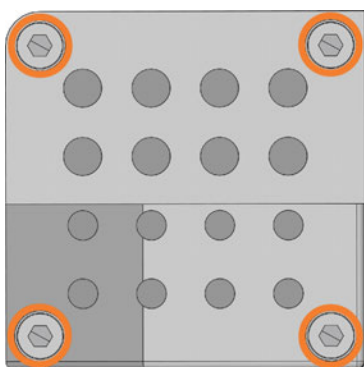
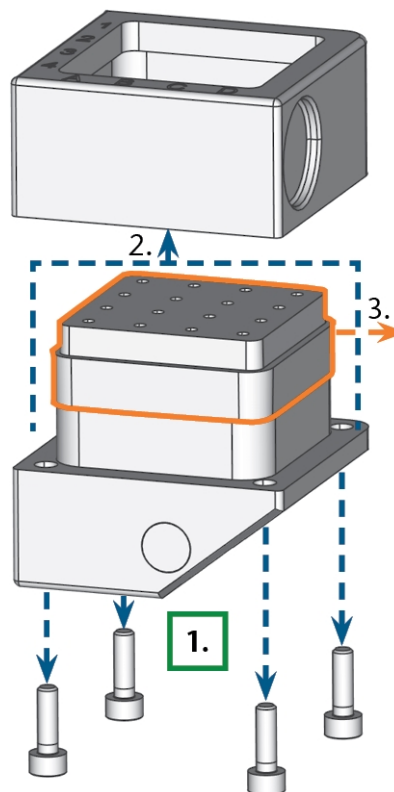

FIG. 90 – LE 4 VITI SUL LATO INFERIORE DEL MAGAZZINO UTENSILI (IN ARANCIONE)
FIG. 91 – SMONTAGGIO DEL MAGAZZINO UTENSILI E RIMOZIONE DELL'INSERTO
5. Svitare le 4 viti sul lato inferiore del magazzino utensili (↗ Fig. 90 – nel seguito, ↗ Fig. 91 – nel seguito, passaggio 1).
6. Sollevare il coperchio dal caricatore (↗ Fig. 91 – nel seguito, passaggio 2).
7. Rimuovere l'inserto del magazzino utensili già presente (↗ Fig. 91 – nel seguito, passaggio 3) e sostituirlo con uno nuovo.